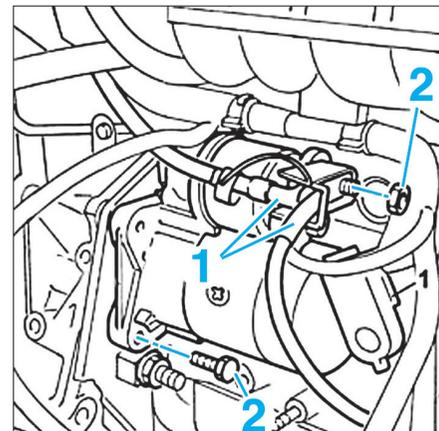

FIG. 7
- Déconnecter les câbles d'alimentation (1) (Fig.7).
- Déposer les fixations (2).